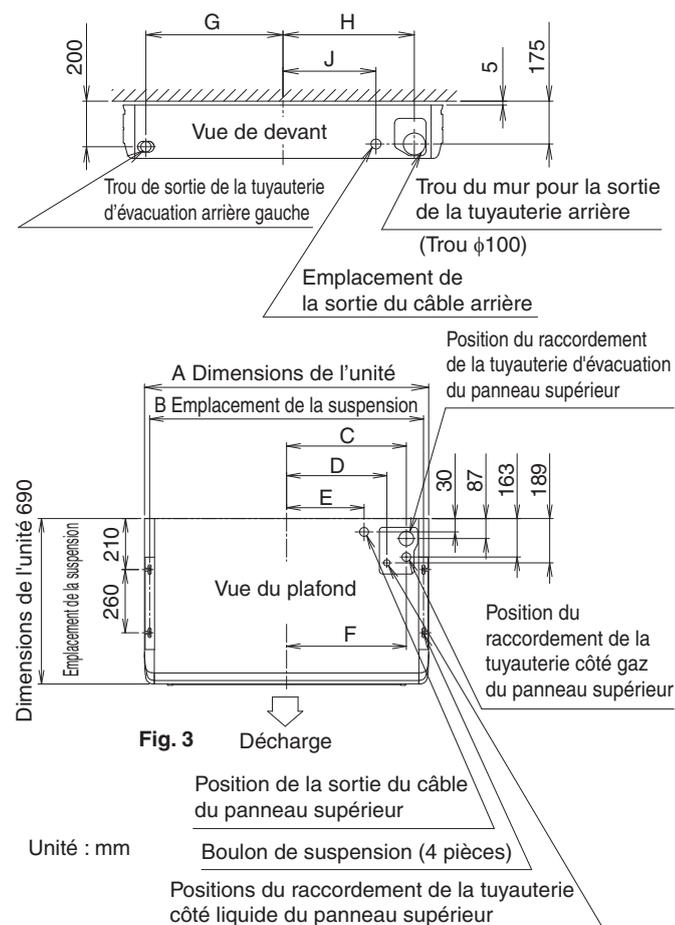

Fig. 3
### (1) Pour l'emplacement des vis à œillets de l'unité intérieure, des tuyaux de sortie, des trous de sortie du tube d'évacuation et le câblage électrique des trous d'entrée. (Reportez-vous à la Fig. 3)